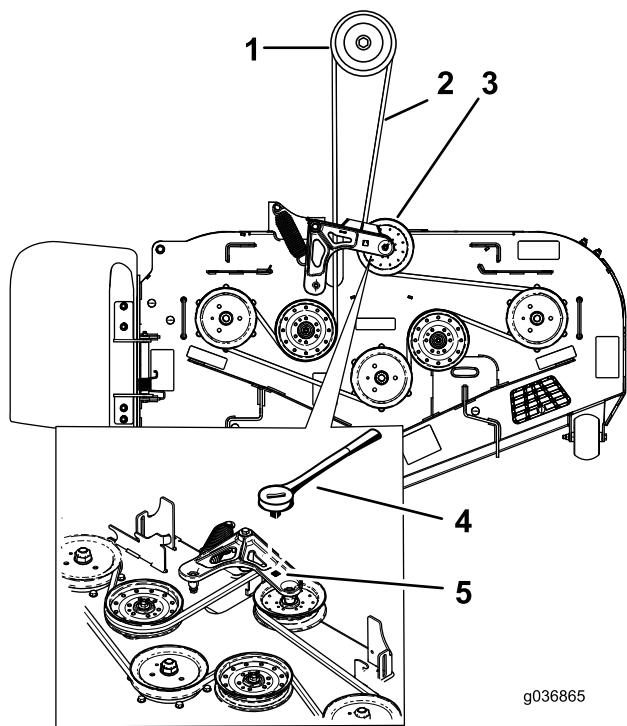

図 26
- 刈り込み車両についているスプリング付きのアイドラプーリのスプリングの張力を解除する 図 24 または 図 26 を参照。
注 2500 シリーズのデッキでは、アイドラアームに四角いラチェットを差し込んで、スプリングのテンションをゆるめます 図 26。
- スプリング付きのアイドルプーリに刈り込みベルトを取り付ける 図 24 または 図 26。